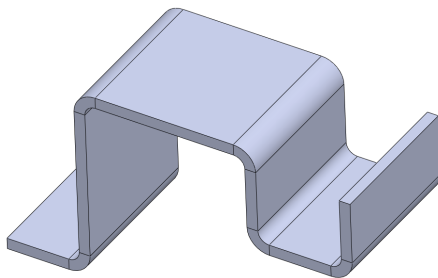

图 9-25 创建折弯特征效果
(6) 单击【确定】按钮, 即可创建折弯特征, 效果如图 9-25 所示。